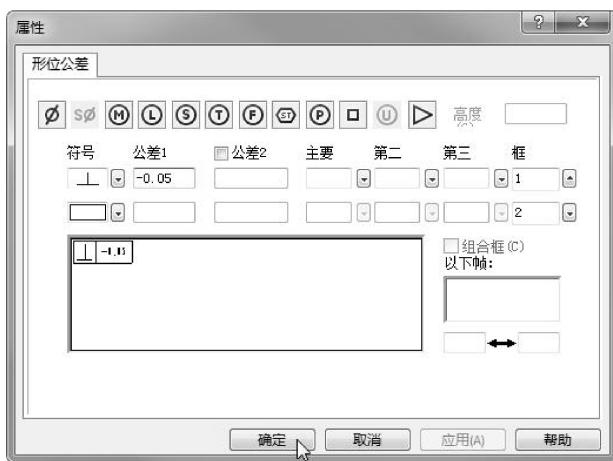

图 10-66 设置形位公差属性
- 17 标注形位公差。在【注解】选项卡中单击【形位公差】按钮，在【属性】对话框和【形位公差】属性面板中设定选项，如图 10-66 所示。